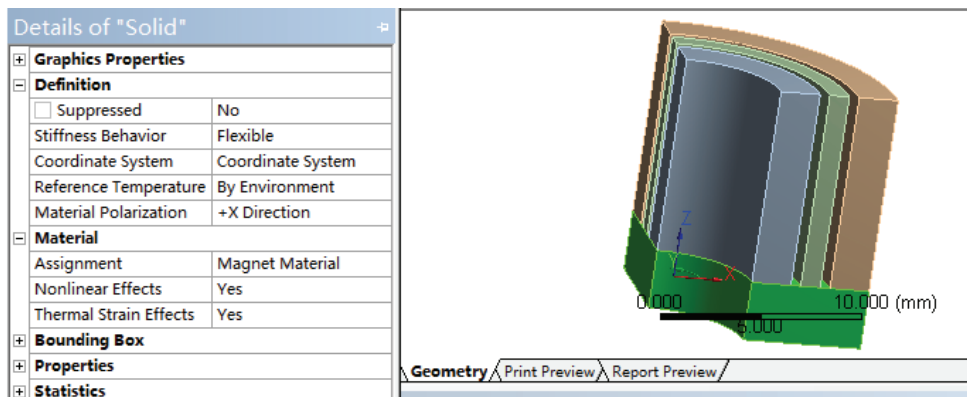

图 23-11 设置磁体
3) 选择 Mechanical 界面左侧 Outline 树结构图中 Geometry 选项下的第 1 个 Solid，此时即可在 Details of “Solid” 细节窗口中给模型添加材料，如图 23-11 所示。